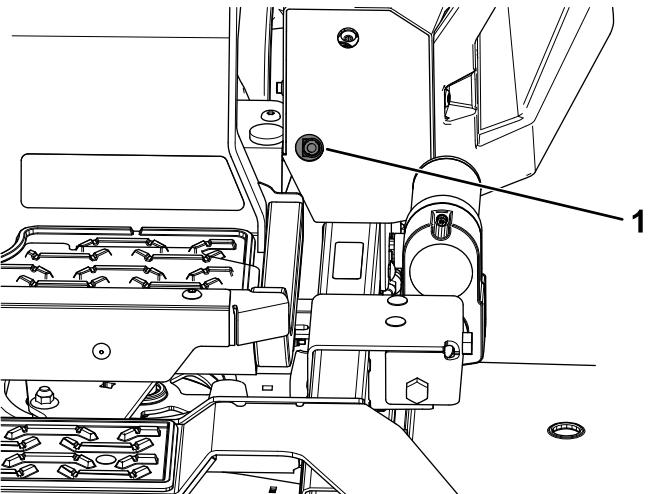
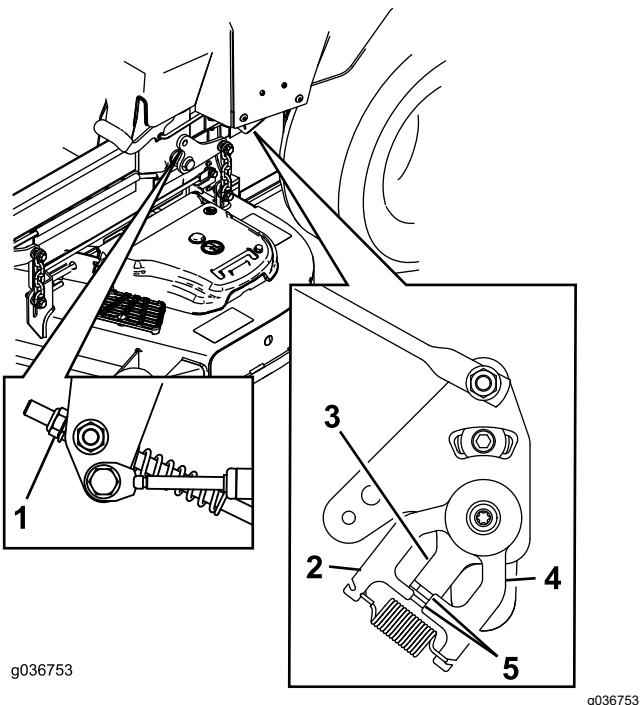

Figure 89
Figure 90
11. Réglez la longueur des tiges de pompes en tournant l'écrou dans le sens voulu jusqu'à ce que les roues tournent légèrement en marche arrière (Figure 89 et Figure 90).